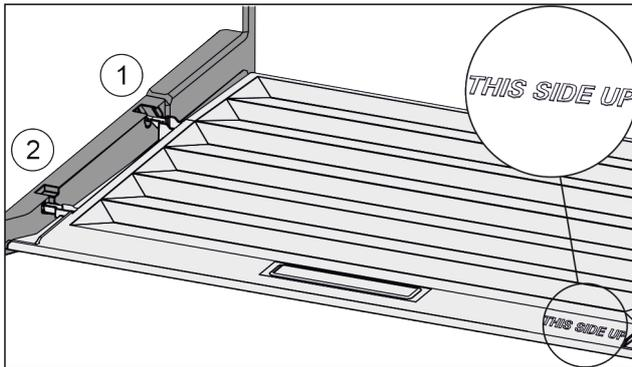

Fig. 150
- ▶ Deckelstege über Öffnung der hinteren Halterung Fig. 150 (1) einführen und vorne in Halterung Fig. 150 (2) einrasten.